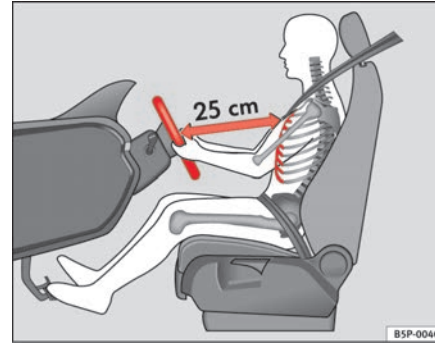

Abb. 135 Die richtige Sitzposition des Fahrers
- Stellen Sie das Lenkrad so ein, bis die gewünschte Einstellung erreicht ist  $\Rightarrow$  Abb. 135.
- Stellen Sie den Fahrersitz oder das Lenkrad so ein, dass der Abstand zwischen Lenkrad und Brustbein mindestens 25 cm beträgt → Seite 166, Abb. 135. Wenn Sie den Mindestabstand nicht einhalten, kann Sie das Airbag-System nicht schützen – Lebensgefahr!